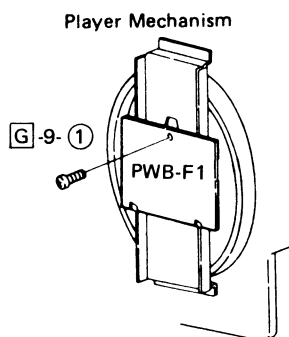

Figure 11-4
- ① Remove a screw from the microcomputer P.W.B. shown in Fig. 11-4, and take the P.W.B. off.
- ① Die Schraube von der Mikrocomputer-Leiterplatte gemäß der Abbildung 11-4 entfernen und die Leiterplatte dann abnehmen.
- ① Enlever la vis de la P.M.I. du microprocesseur indiquée dans la Fig. 11-4, et retirer la P.M.I.